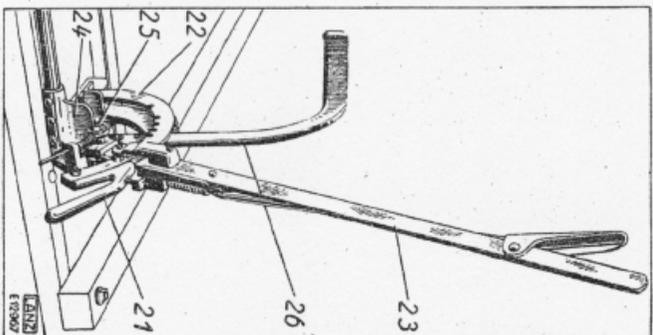

Bild 12. Kippvorrichtung
- b) Griff „21“ (Bild 12) vom Begrenzungsbügel „22“ abschrauben und Begrenzungsbügel nach unten herausziehen.
Die Einstellung erfolgt, indem man (bei angespanntem Zugtier) den Handhebel „23“ (Bild 12, Seite 9) soweit nach vorn schiebt, bis die richtige Arbeitshöhe der Gabeln erreicht ist. Sodann hebt man den Begrenzungsbügel „22“ hoch, zieht ihn bis zum Anschlag zurück und klinkt in dieser Stellung ein.